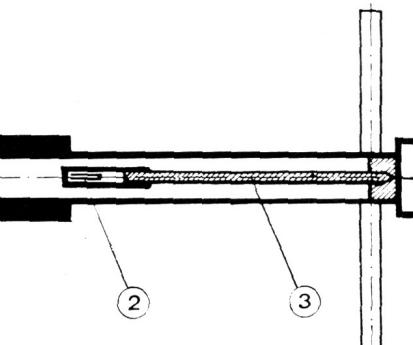

Fig 19
32. Der DüSENSchlüssel (Fig 19)
La clé pour gicleur (Fig 19)
La chiave per iniettori (Fig 19)